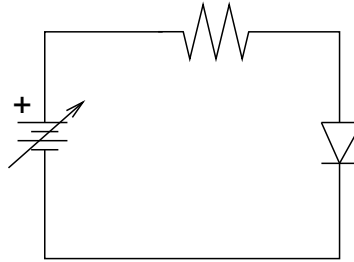

Figura 1: Circuito de medida de la relación tensión corriente en el diodo.
1. En la figura 1 se representa el circuito empleado para medir la relación tensión corriente en el diodo. El valor de la corriente en el diodo se obtenía: